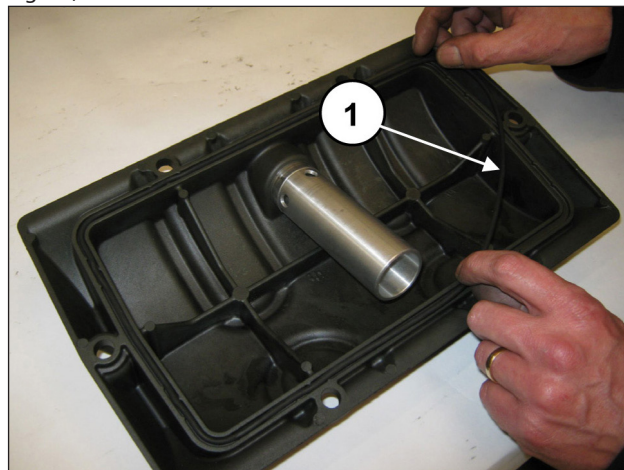
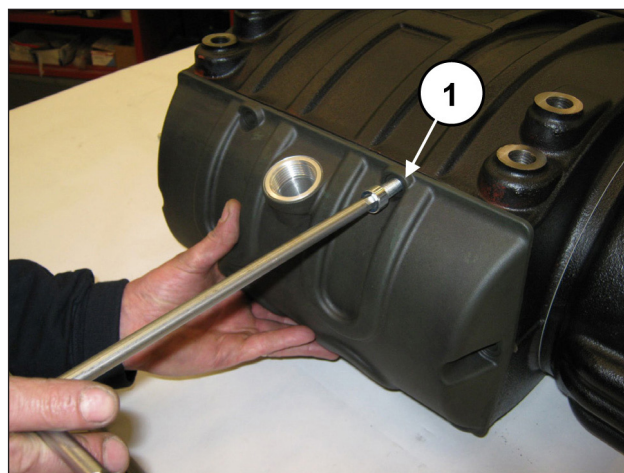

Fig. 70
Fig. 71
Inserire l'O-ring nel coperchio posteriore (pos. ①, Fig. 70) e montare il coperchio al carter mediante 6 viti M10x30 (pos. ①, Fig. 71).